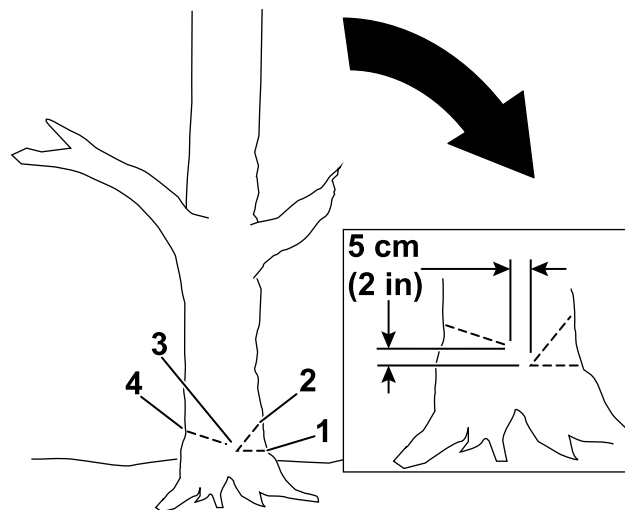

Figura 16
4. Faça o primeiro corte a um terço da distância através do diâmetro da árvore no lado em que deseja que a árvore caia (Figura 16).
5. Faça um segundo corte para formar um entalhe, começando o corte a, no mínimo, 5 cm acima e afastado do primeiro corte (Figura 16).
6. Faça o corte de abate a partir do lado oposto do entalhe e a cerca de 5 cm acima da parte inferior do entalhe como se mostra na Figura 16.
**Importante:** Pare o terceiro corte 2,5 a 5,0 cm do entalhe para formar uma dobradiça entre os cortes (Figura 16), o que impede a árvore de cair na direção errada ou torcer à medida que cai.
**Nota:** À medida que o corte de abate se aproxima da dobradiça (Figura 16), a árvore deve começar a cair.